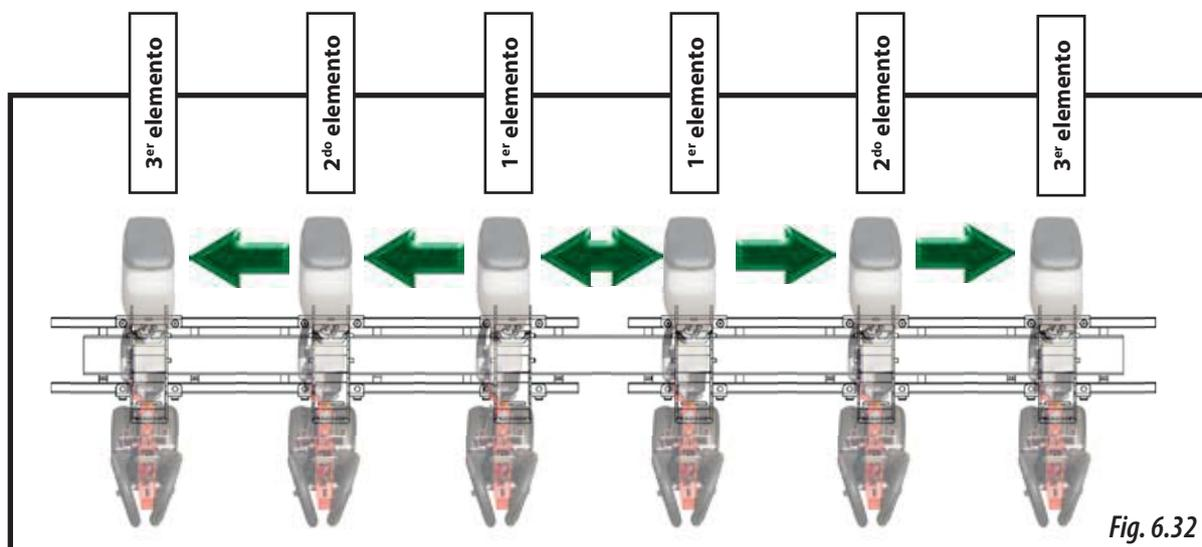

Fig. 6.32
- 1- Empezando por los elementos centrales (Fig. 6.32), liberar los elementos que se quieran desplazar a la vez, para ello posicionar los gatillos encima de la base del chasis (1, Fig. 6.28).